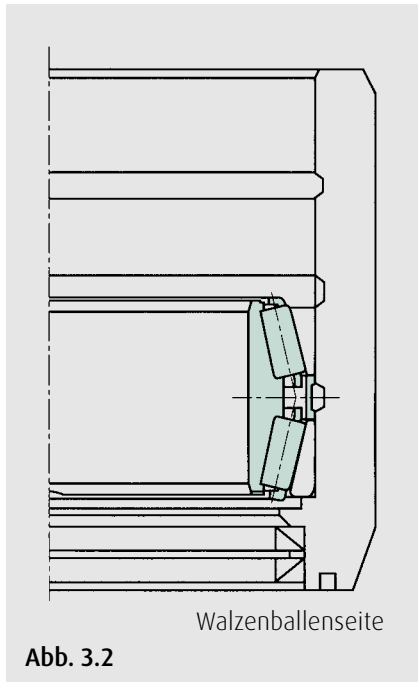

Abb. 3.2
6. Innenring mit Montagevorrichtung in das Einbaustück absenken, Stirnseite mit Einbaumarkierung A nach unten (Abb. 3.2).